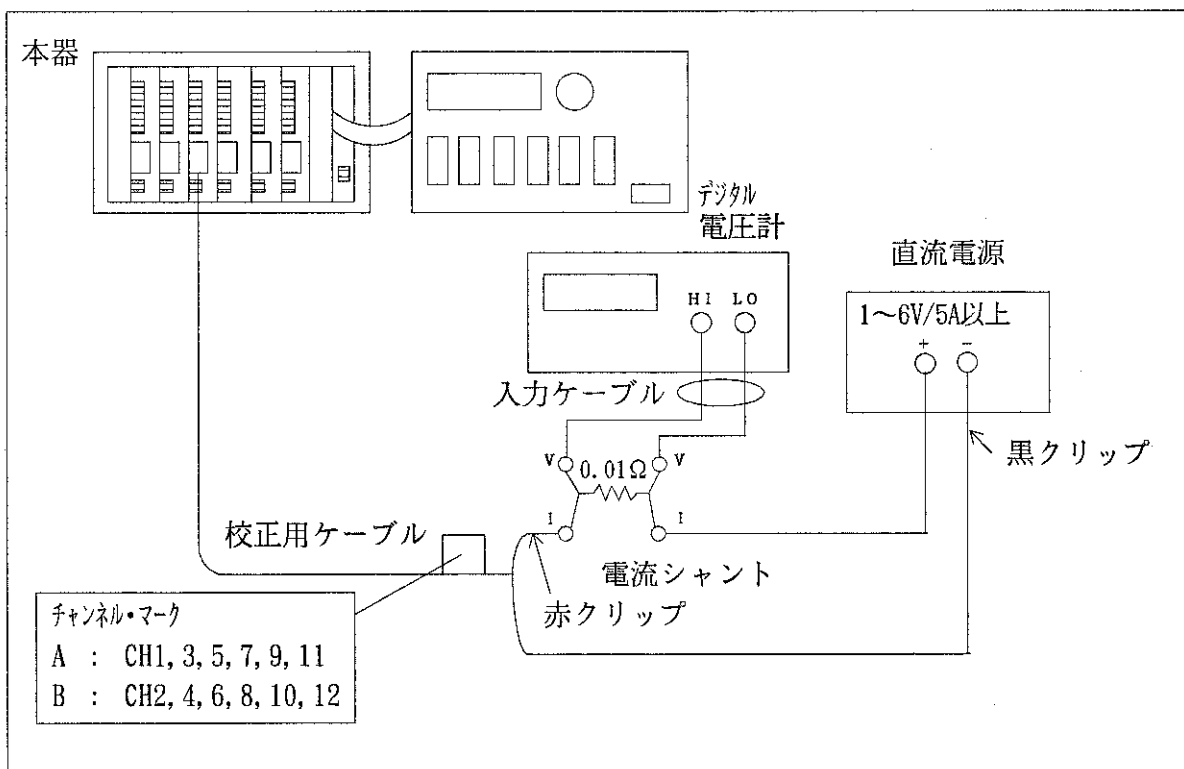
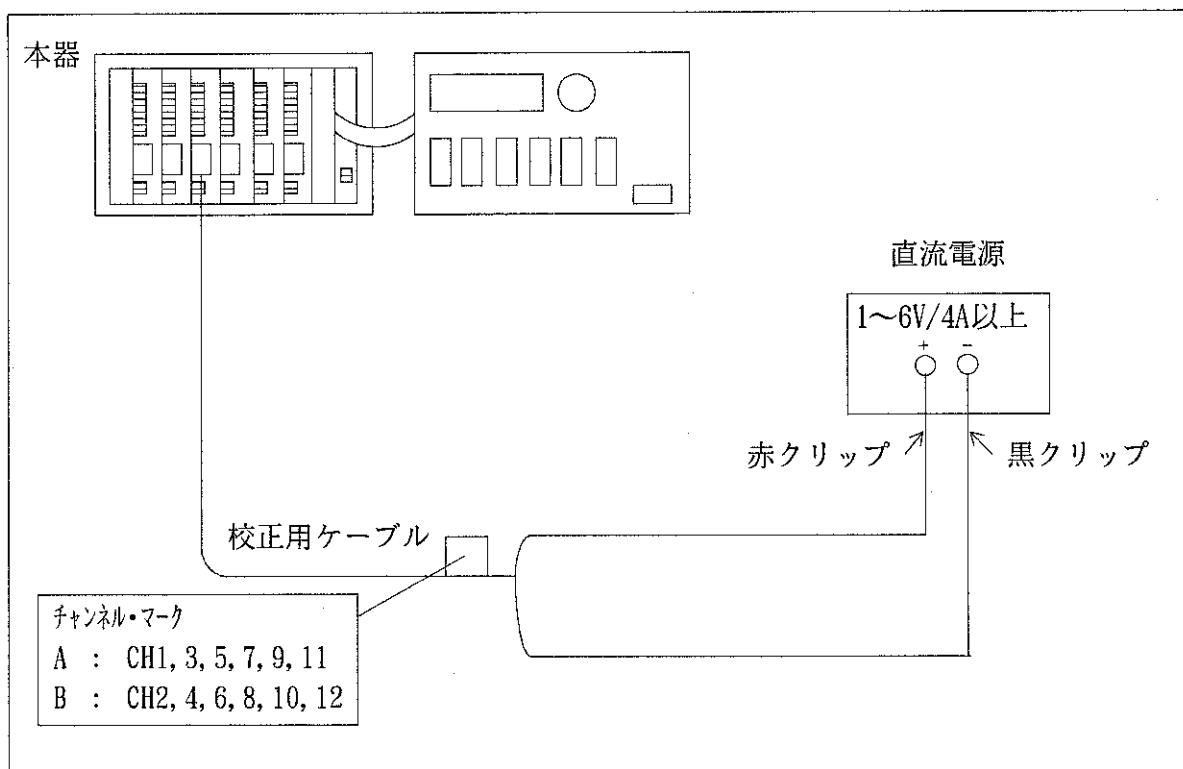

図11-8 電流発生（一極性）校正時の接続（自動校正モードを使用しない場合）
図11-9 電流発生（-極性）校正時の接続（自動校正モードで校正する場合）
- 2 校正を実施するチャンネルと標準器を [図11-8] または [図11-9] に示すように接続します。
**1** 校正を実施するチャンネルと標準器を [図11-8] または [図11-9] に示すように接続します。
すでに電流測定の校正が完了しているときは、[図11-9] に示すように自動校正モードで校正することを薦めます。